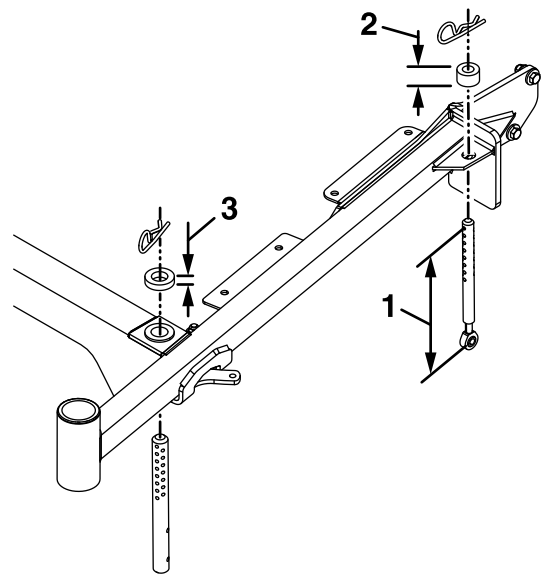

Figura 19
- C. La longitud de los conjuntos traseros de eslabón de soporte de la carcasa es en promedio 197 mm (7.76" o aproximadamente 7¾") desde el centro de la junta esférica hasta el centro del orificio más alejado (consulte Figura 19).